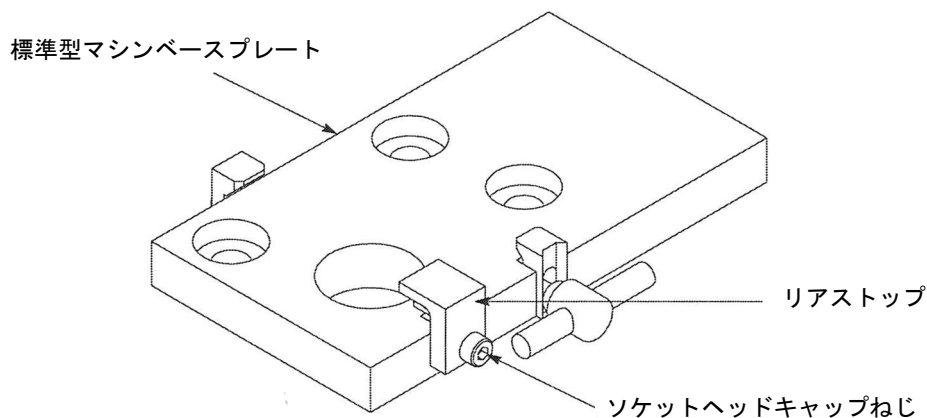

Fig. 21
- a. エアフィードキット 1424266-1 (標準型マシンベースプレート) 用として、ソケットヘッドねじとリアストップを Fig. 21 に示されているようにベースプレートに取り付けてください。次に後ろ左側のベースプレートクランプを取り外してください。